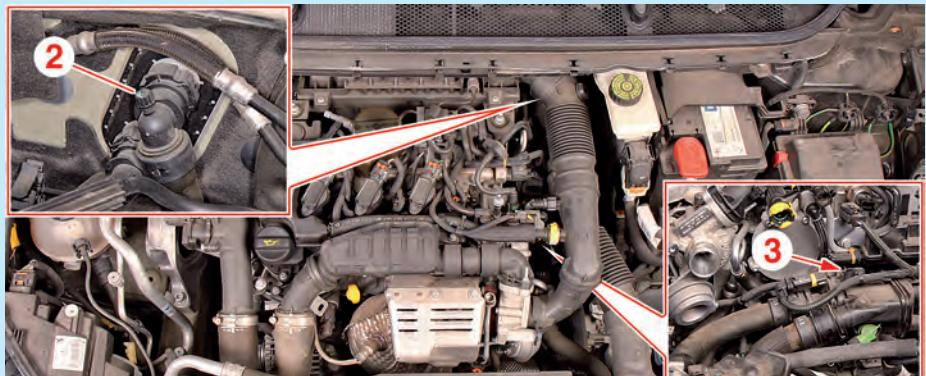

Fig.3
- Ouvrir les vis de purge (2) et (3) (Fig.3).
- Fermer les vis de purge (2) et (3) dès que le liquide s'écoule en jet continu et sans bulle d'air.